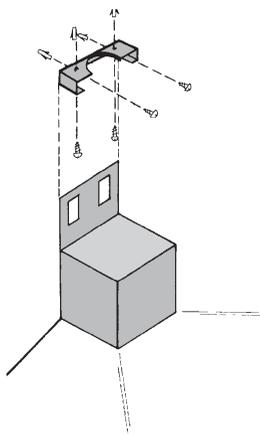

fig.10
1. Fixez l'étrier du support au plafond et/ou au mur à l'aide des chevilles et vis dans les trous que vous aurez préalablement percés (fig. 10). Ce support doit être fixé à 3 - 4 mm au dessous du plafond, centré par rapport à la hotte située en dessous, et de niveau.